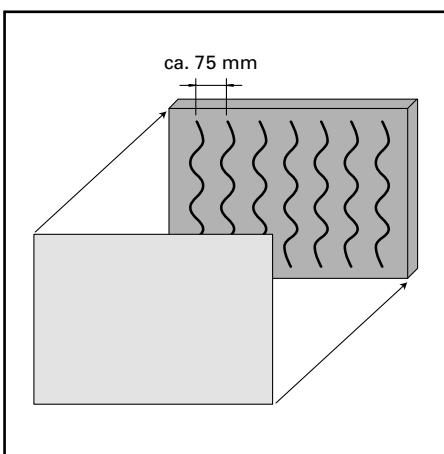

Abb. 8 / Fig. 8 / Fig. 8
**Panneel aus Promatect H mit Alu- oder Stahlblech (Abb. 8)**
**Panneaux en Promatect H avec tôle en aluminium ou en acier (fig. 8)**
**Promatect H panel with aluminium or metal sheet (fig. 8)**